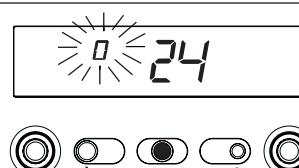

Fig. 78
- R.A.I. - MIX R.S.I.: vire o seleccionador de temperatura da água do circuito sanitário até o valor lido no display atingir 0 (fig. 78)